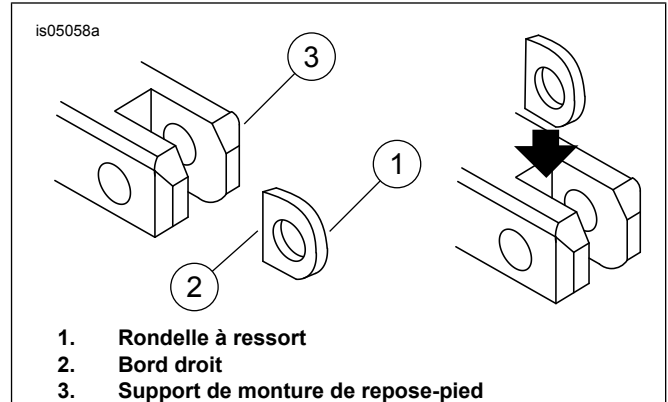

Figure 1. Installation de la rondelle à ressort
Voir Figure 1. Lors de l'installation du repose-pied sur le support de repose-pied de la moto, veiller à positionner correctement la rondelle à ressort (1) à l'intérieur du support avec son bord carré orienté vers l'intérieur du support.